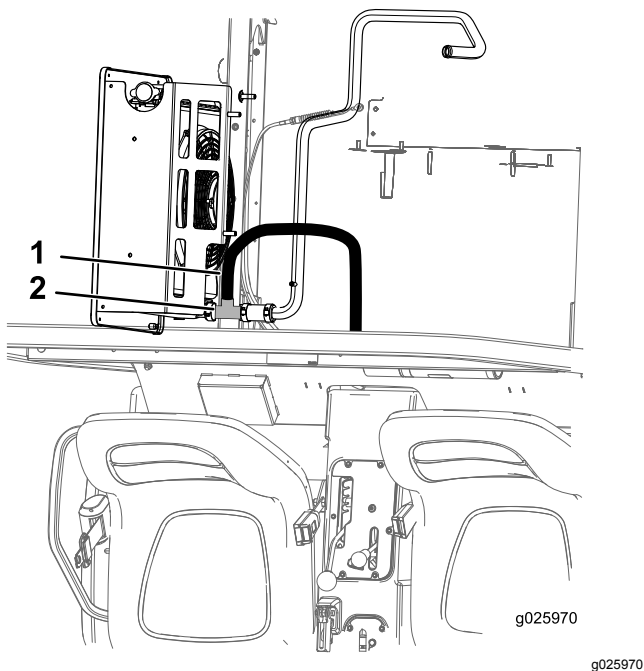

Рисунок 10
4. Разрежьте нижний шланг радиатора и вставьте тройник в разрез, закрепив соединение с помощью двух широких шланговых хомутов (Рисунок 10).